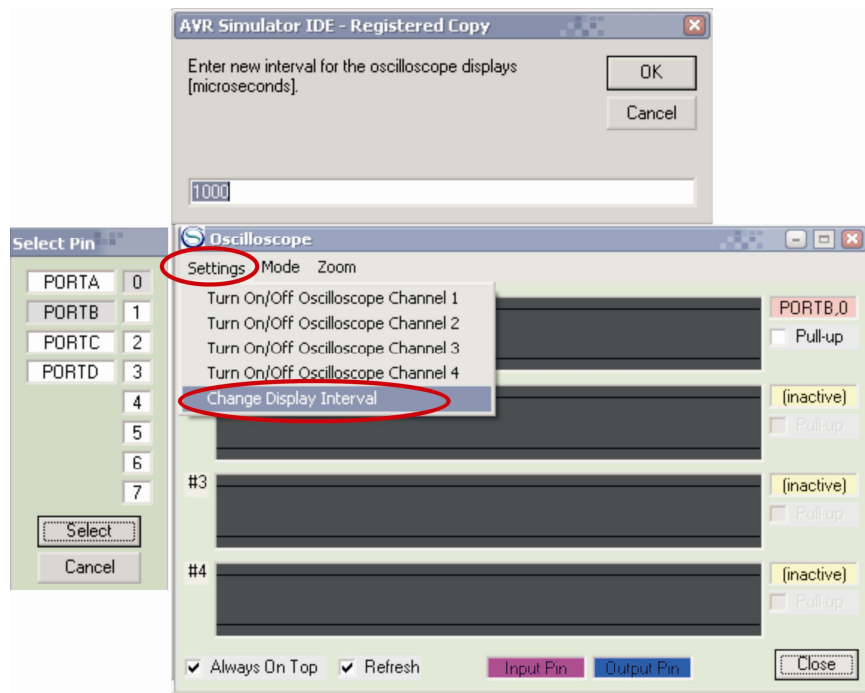

Рис. 7 Панель симулятора «Oscilloscope»
При виконанні програми на симуляторі до виводу OC0 мікроконтролера замість транзисторного ключа, який апаратно не реалізується симулятором, підключити осцилоскоп, вибравши його в опції «Tools» (Рис. 7).
- вибрати порт і номер лінії порту, до якого буде під'єднано осцилоскоп, для чого натиснути курсором на панелі «Select Pin» (зліва на рис. 7) спочатку на назві порту, далі на номері лінії, після чого натиснути кнопку «Select»;
- зайти в опцію «Setting» і вибрати закладку «Change Display Interval». Розкриється вікно (вгорі на рис. 7), в якому вкажіть значення для інтервалу, що дорівнює 10 000 мкс.